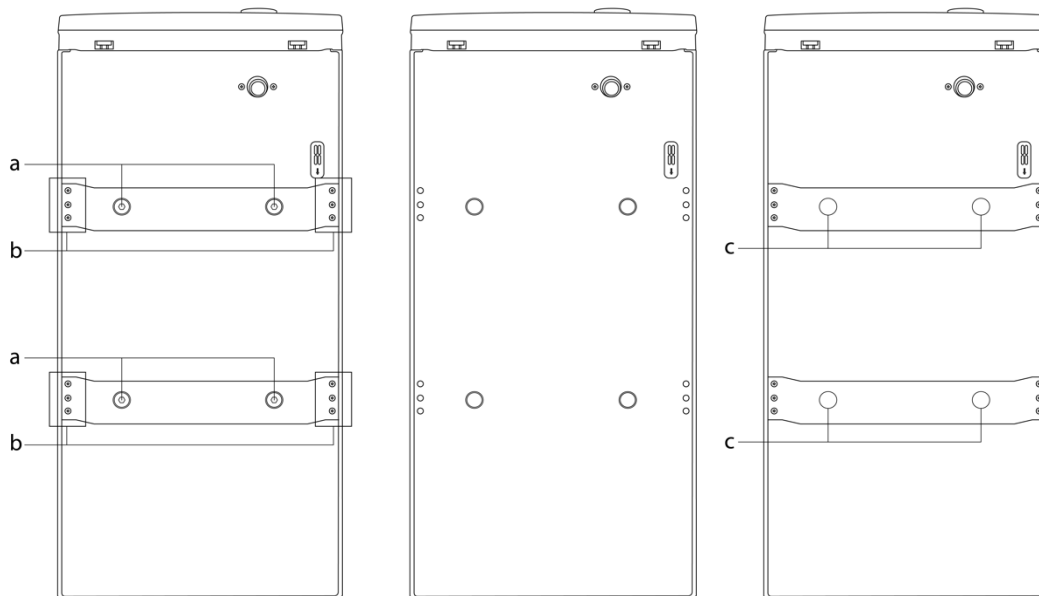

Abbildung 1 Geräterückseite a & b Abbildung 2 Ohne a & B Abbildung 3 Ohne a & b mit c
6. Die Transportschrauben (a) entfernen Abb. 1
7. Die Haltebügel (b) lösen und den Haltebügel mit den Transportschrauben entfernen Abb. 1. Abb. 2 ohne Transportschrauben und Haltebügel.